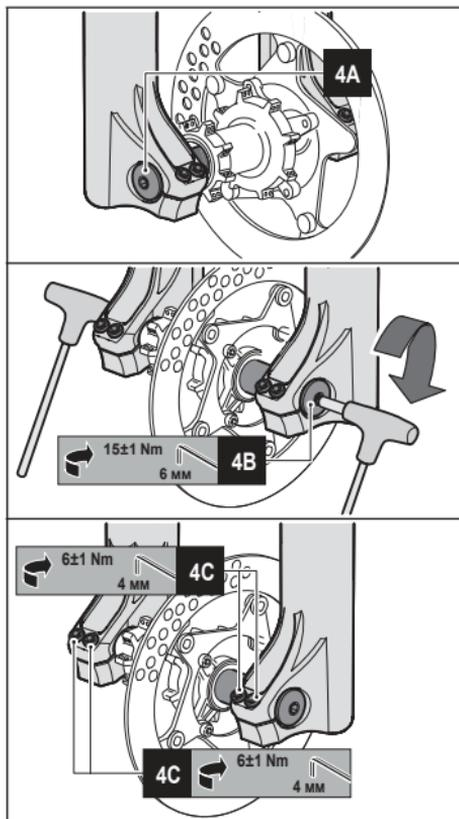

Рисунок 4 – Установка колеса Ø35/Ø38 с осью втулки 20 мм
- Установите колесо таким образом, чтобы ось совпала с крепежами вилки (См. **4А Рисунок 4**).
- Вставьте ось с правой стороны сквозь крепеж вилки, втулки колеса и закрепите специальным болтом слева. (См. **4А Рисунок 4**).
- Затяните болты оси усилием  $15 \pm 1$  Nm, используя шестигранный 6мм. (См. **4В Рисунок 4**).
- Затяните болты, фиксирующие ось на «штанах» вилки, используя шестигранный 4 мм с усилием  $6 \pm 1$  Nm, соблюдая последовательность "1-2-1" (См. **4С Рисунок 4**).